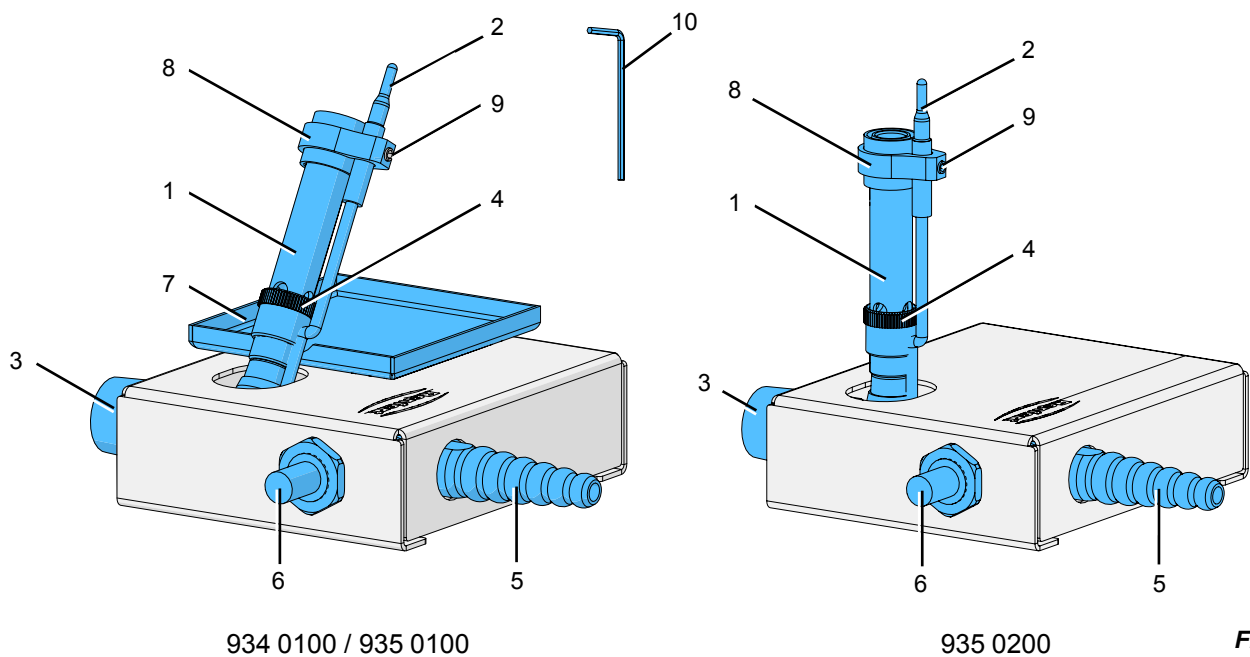

Fig. 1
- ▶ Tube de mélange (1, Fig. 1)
- ▶ Support du capteur (8, Fig. 1)
- ▶ Bac collecteur (Fig. 7, Fig. 1)